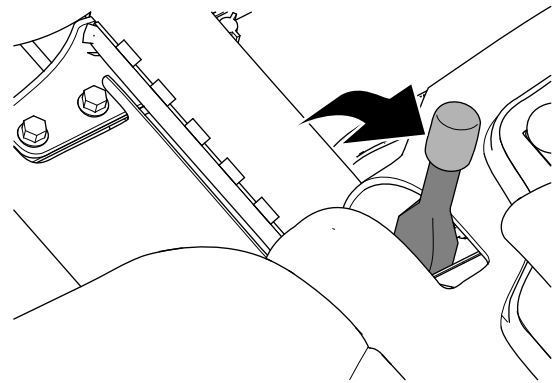

Figure 27
2. Serrez le frein de stationnement (Figure 27).